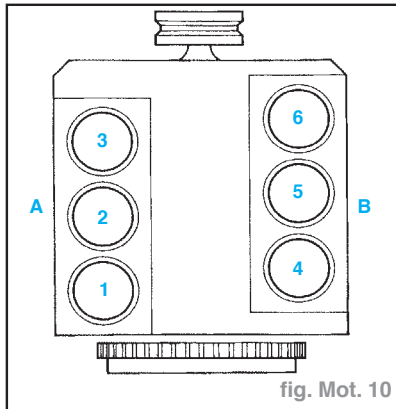

fig. Mot. 10
- Pour la culasse côté gauche (cylindres 1-2-3), procéder comme indiqué au tableau suivant (fig. Mot. 10).